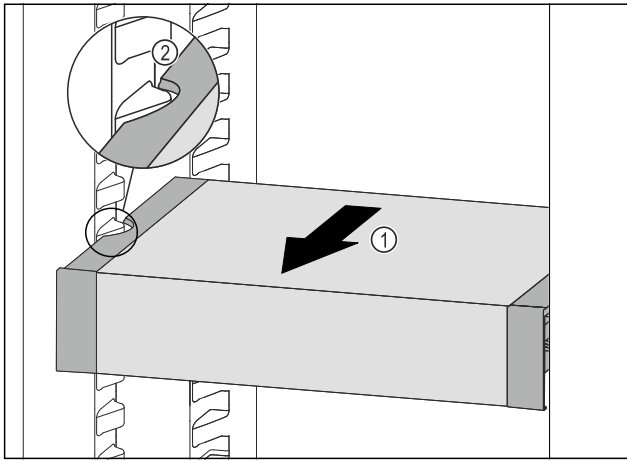

Fig. 70
- VarioSafe nach vorne ziehen Fig. 70 (1), bis sich die seitlichen Aussparungen des VarioSafes auf Höhe der Behälterrippe im Kühlteil befinden. Fig. 70 (2)